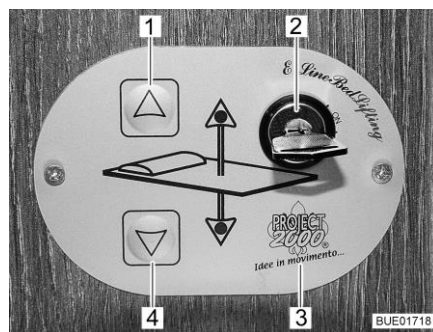
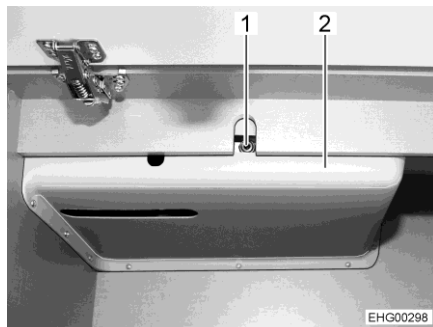

Fig. 153 Elemento di regolazione
Fig. 157 Accesso all'azionamento
È possibile abbassare o alzare il letto basculante tramite i tasti (Fig. 153,1 e 4) presenti sull'elemento di regolazione (Fig. 153,3). L'elemento di regolazione viene bloccato tramite l'interruttore a chiave (Fig. 153,2) per evitarne l'utilizzo accidentale.
- Ruotare la chiave dell'interruttore a chiave (Fig. 153,2) di 90° in senso orario. L'elemento di regolazione (Fig. 153,3) è attivato.
- Premere il tasto freccia (Fig. 153,4) e tenerlo premuto fino a quando il letto basculante raggiunge la posizione desiderata in basso.
- Premere il tasto freccia (Fig. 153,1) e tenerlo premuto fino a quando il letto basculante raggiunge la posizione finale in alto.
Se non si riesce più a spostare il letto basculante con i tasti freccia (Fig. 153,1 e 4), controllare per prima cosa il fusibile dietro il rivestimento (Fig. 157,2) (vedi paragrafo 9.10.1). Se il fusibile è a posto e ciononostante non si riesce a spostare il letto basculante, muoverlo manualmente.
- Inserire nell'alloggiamento del motore (Fig. 157,1) la manovella a disposizione o una chiave esagonale.